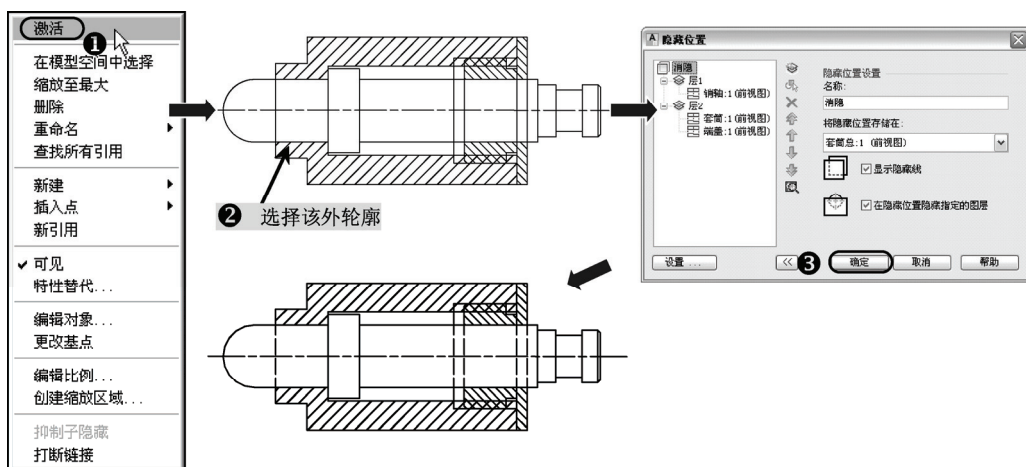

图 7-47 创建相关隐藏位置
11) 为“套筒总”零部件的“前视图”创建相关隐藏位置，如图 7-47 所示。